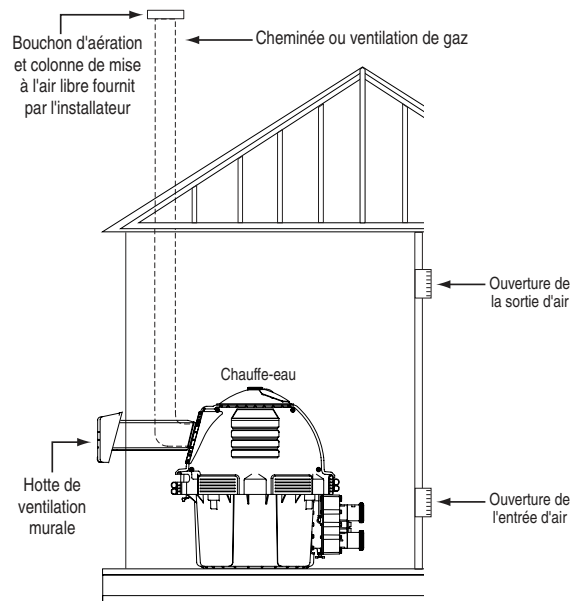

Figure 16.
**VENTILATION HORIZONTALE OU VERTICALE - PRESSION POSITIVE** (Voir les **Figures 16, 17, et 18**)**(Catégorie III)**
6. **Terminaison d'évacuation - Verticale** (Voir les **Figures 16 et 17**), pour la hauteur de la terminaison d'évacuation au-dessus du toit. Utiliser une terminaison d'évacuation homologuée et spécifiée dans les codes locaux et selon les directives du fabricant. Une terminaison d'évacuation doit être verticale. Au Canada, l'emplacement du couvercle de terminaison doit être à un minimum de 4 pieds (1,2 m) de distance horizontalement des compteurs électriques, des compteurs de gaz, des régulateurs et des soupapes de sécurité.